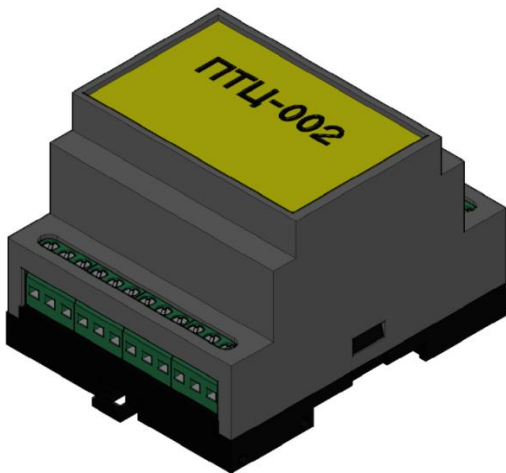

Рис.1 Преобразователь ПТЦ-002
- 5.1. На рис. 1 изображен внешний вид преобразователя